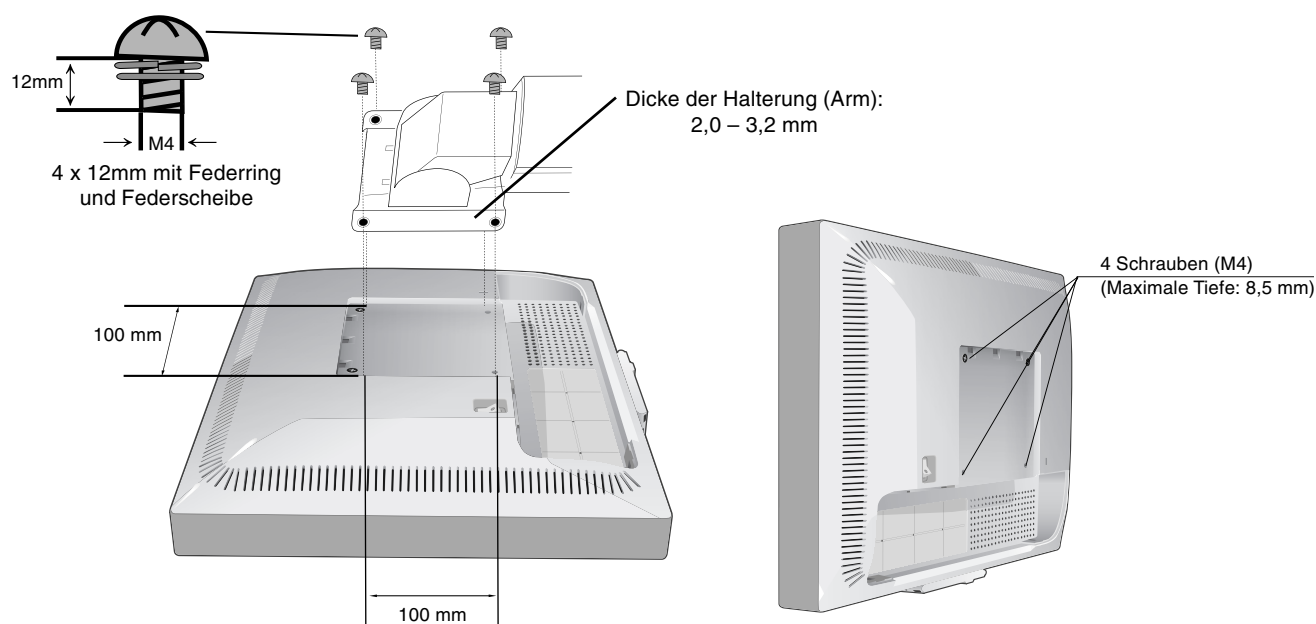

Abbildung F.1
2. Verwenden Sie die vier Schrauben, um den Tragarm am Monitor zu befestigen (**Abbildung F.1**).